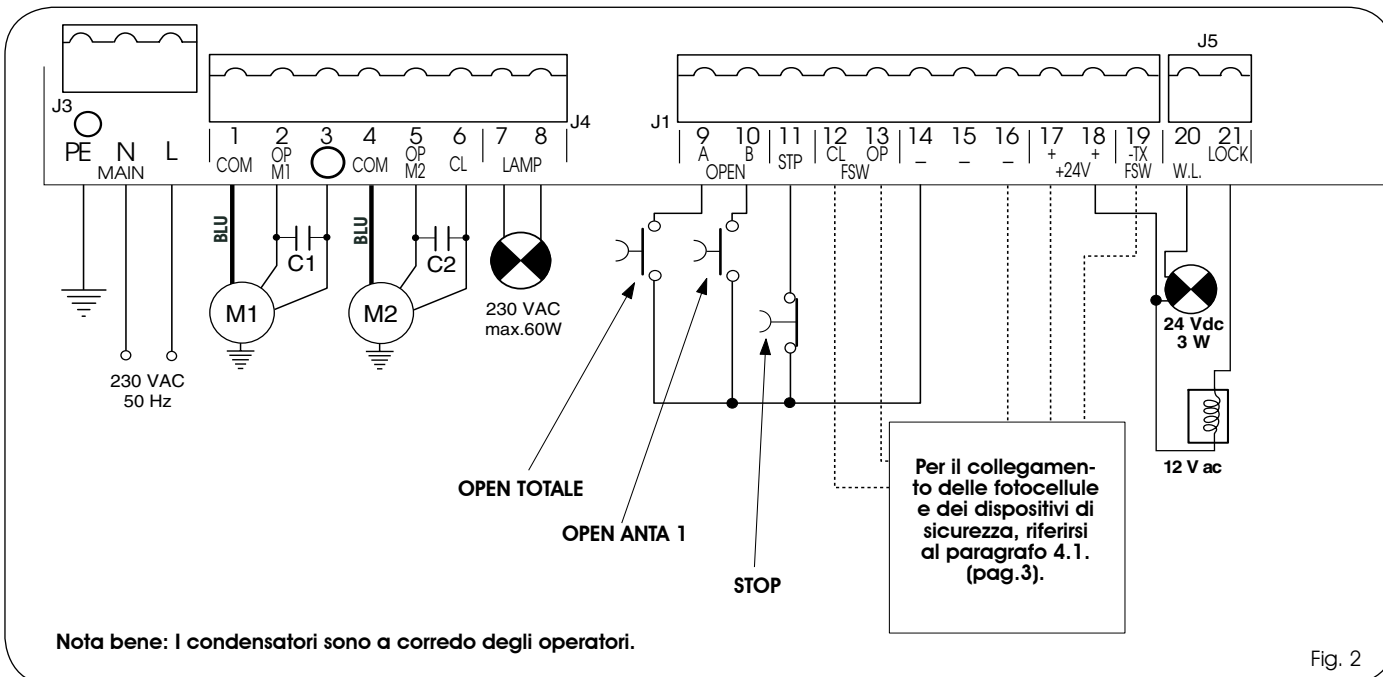

Fig. 2
- Collegare il cavo di terra all'apposito morsetto previsto sul connettore J3 dell'apparecchiatura (vedi fig.2).
4.2. Morsettiera J3 - Alimentazione (fig. 2)
4.3. Morsettiera J4 - Motori e lampeggiatore (fig. 2)
4.4. Morsettiera J1 - Accessori (fig. 2)